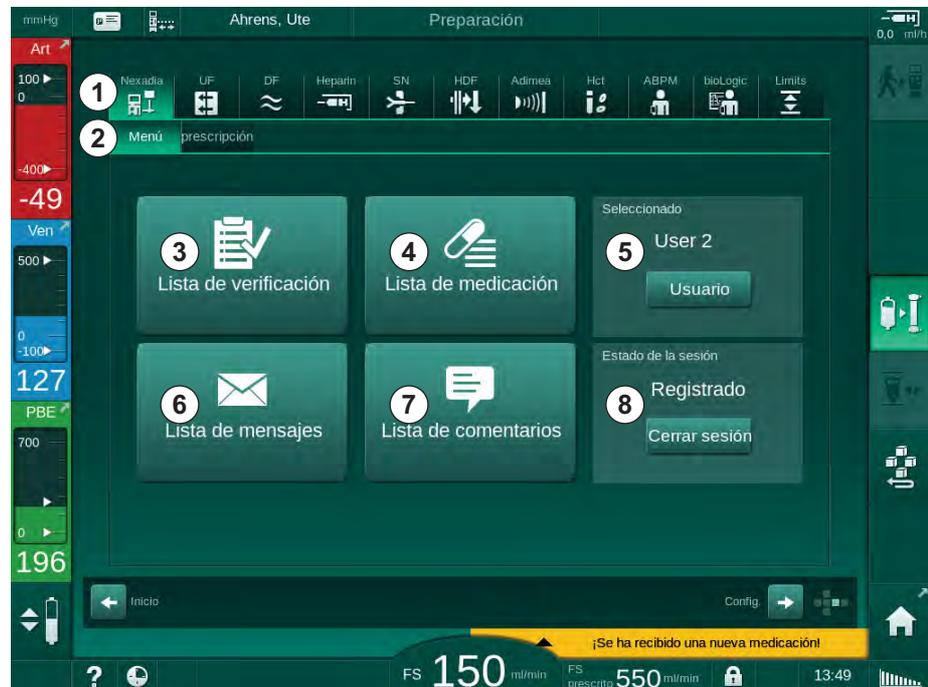

Fig. 11-34 Menú Nexadia en la pantalla *Entrada*
Cuando se utiliza Nexadia, el equipo puede enviar y/o recibir información (p. ej. mensajes, comentarios y listas) al/del servidor de datos. Existe también una selección de usuario. Estas funciones se manejan en el menú Nexadia. Este menú se abre pulsando el icono *Nexadia* (Fig. 11-34, ①) y el botón *Menú* ② en la pantalla *Entrada*.
1. Pulsar *Seleccionar usuario* en el menú Nexadia (Fig. 11-34 Menú Nexadia en la pantalla Entrada (310), ⑤).
1. Pulsar el icono *Lista de comentarios* en el menú Nexadia (Fig. 11-34 Menú Nexadia en la pantalla Entrada (310), ⑦).
1. Pulsar el icono *Lista de comprobación* en el menú Nexadia (Fig. 11-34 Menú Nexadia en la pantalla Entrada (310), ③).
1. Pulsar el icono *Lista de medicación* en el menú Nexadia (Fig. 11-34 Menú Nexadia en la pantalla Entrada (310), ④).
1. Pulsar el icono *Lista de mensajes* en el menú Nexadia (Fig. 11-34 Menú Nexadia en la pantalla Entrada (310), ⑥).